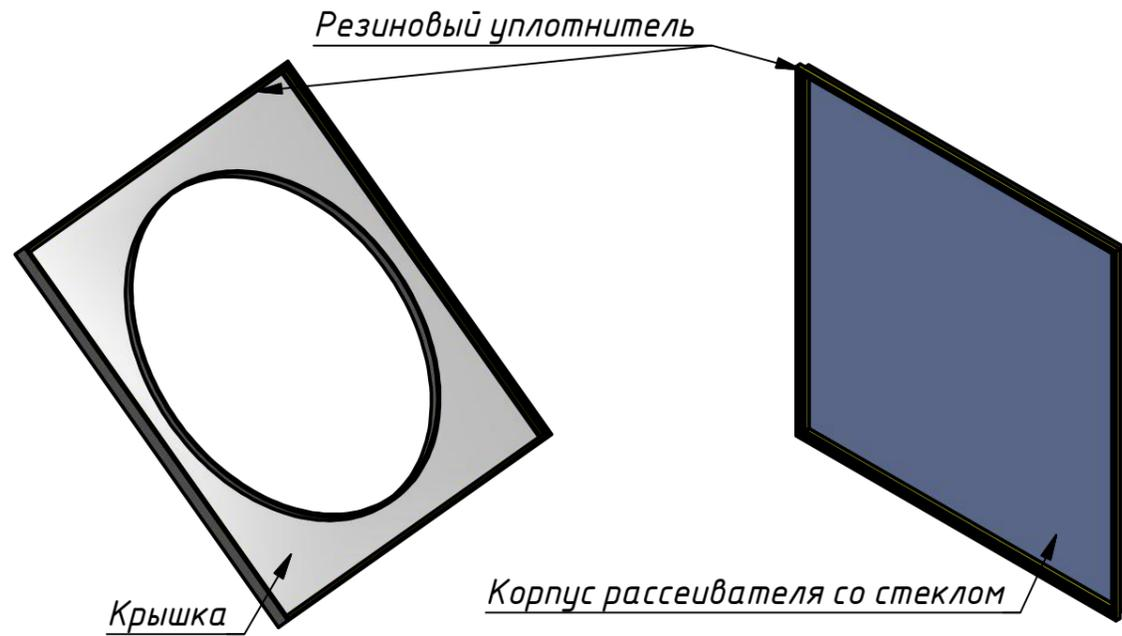

Рис. 21
4.5.1.3. Соединить крышку и корпус рассеивателя с помощью установленных резиновых уплотнителей (рис. 21, 22).